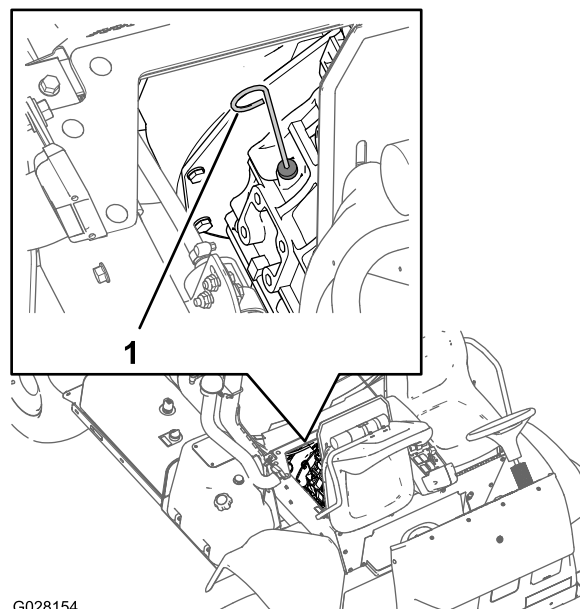

Рисунок 53
- Медленно долейте дополнительное масло указанного типа, чтобы довести его уровень до метки Full (Полный) на масломерном щупе (Рисунок 53).
- Выньте масломерный щуп и проверьте уровень масла в двигателе (Рисунок 53).